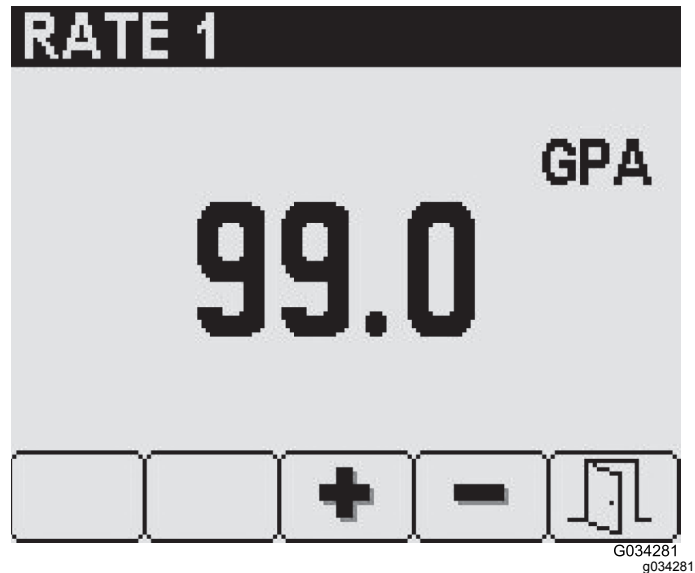

Figura 18
3. En la pantalla del caudal seleccionado, utilice los botones 3 y 4 para establecer el caudal que desee (Figura 18).